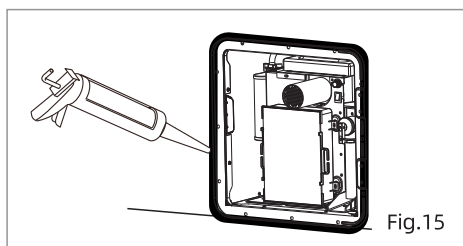

Fig.15
3. Appliquez une quantité généreuse de scellant autour du cadre de la porte pour combler tout espace sur le mur du VR. (Fig.15) Essuyez tout excès du scellant.